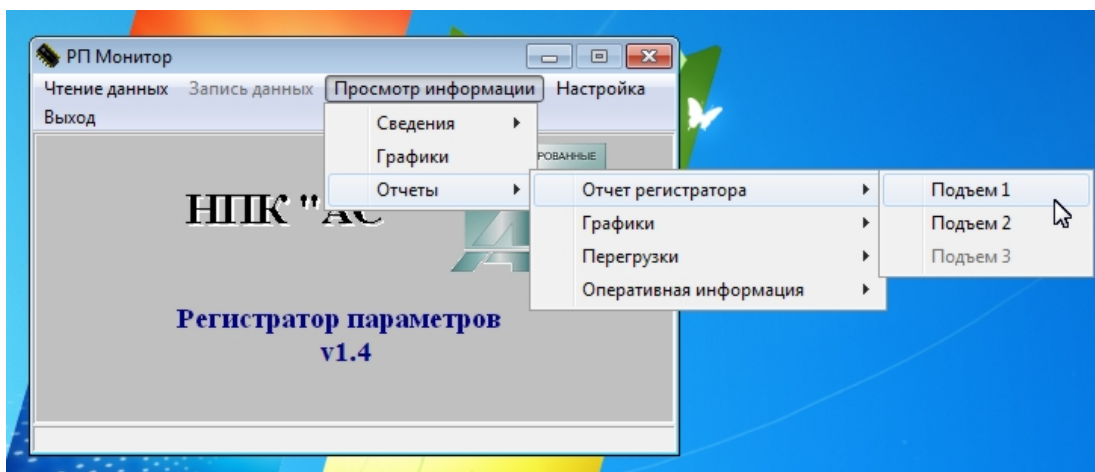
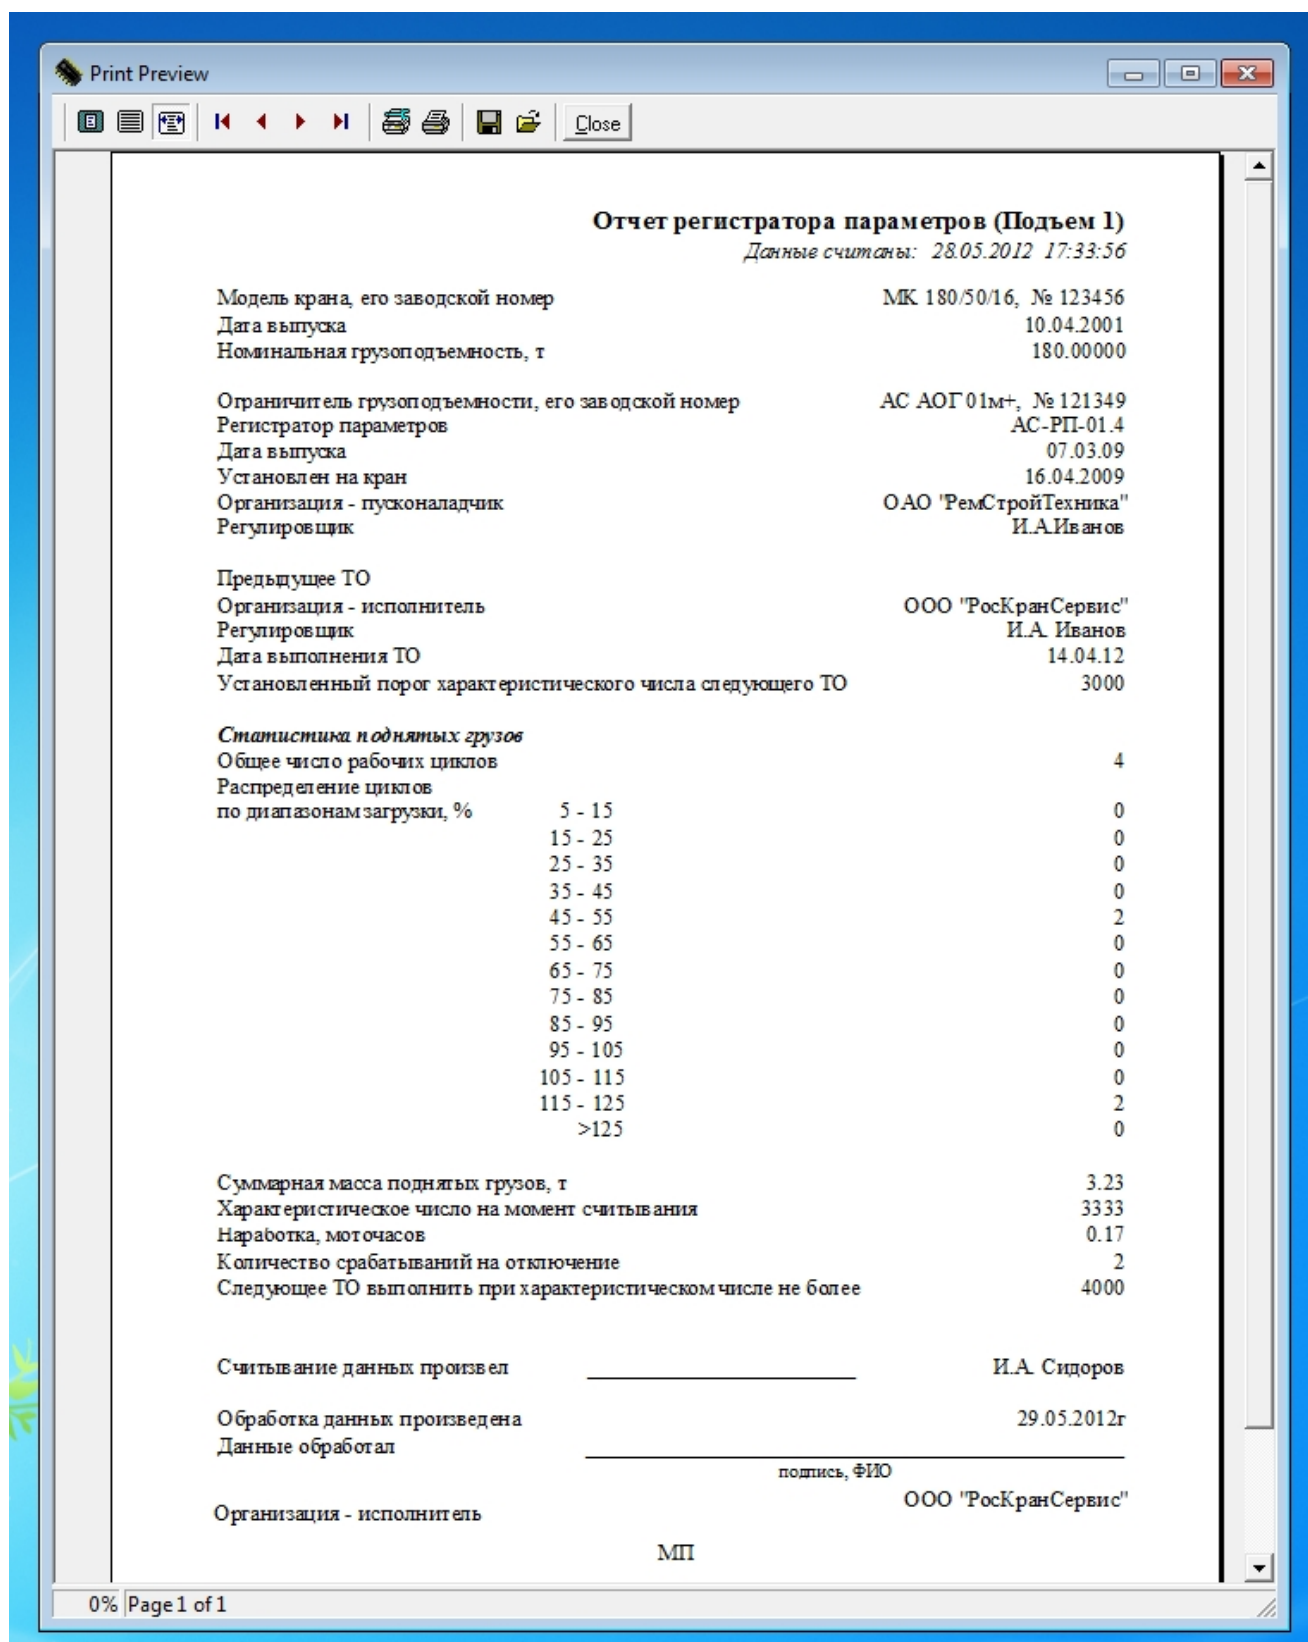

Рис.24
Рис. 25
- полный отчет о данных, содержащихся в РП по каждому из подъёмов, Рис.24 в форме Рис.25